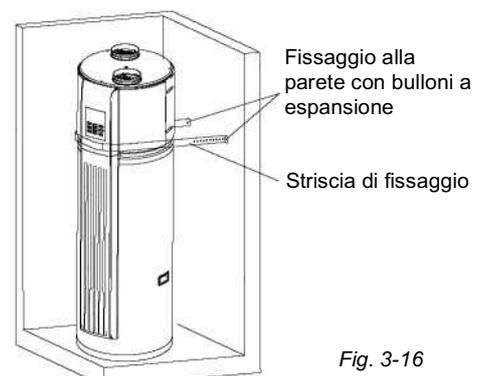

Fig. 3-16
- 7) Per evitare il ribaltamento, utilizzare una striscia di fissaggio. La modalità di installazione delle strisce di fissaggio è illustrata nella Fig. 3-16. Entrambi i lati verranno fissati alla parete con bulloni a espansione.